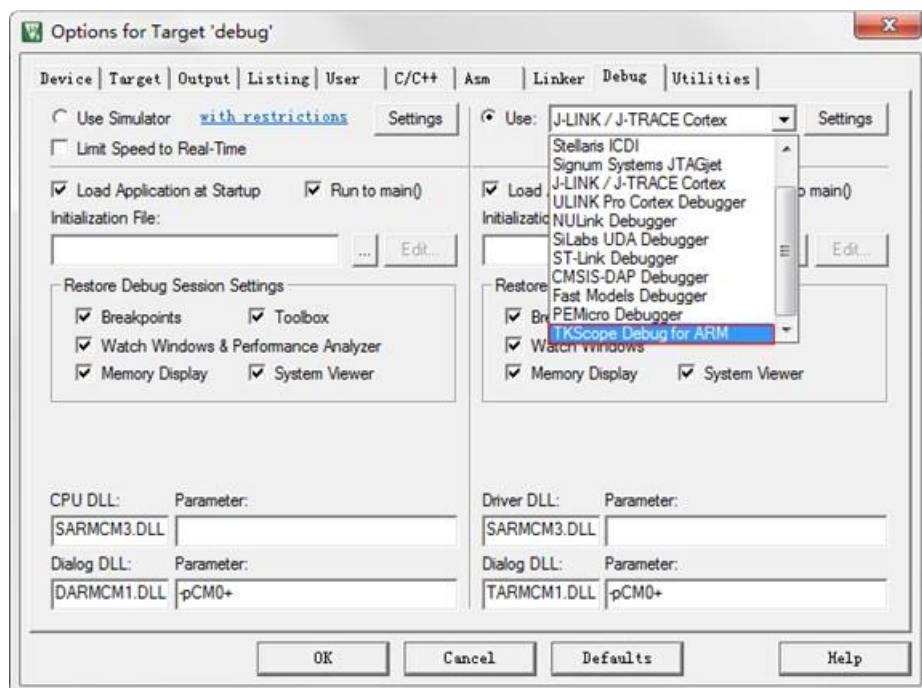

图 4.4 选用 TKScope Debug for ARM 进行仿真
- (2) 如使用 CK100 或 AK100 仿真器,在下拉框中选择【TKScope Debug for ARM】,如图 4.4 所示。